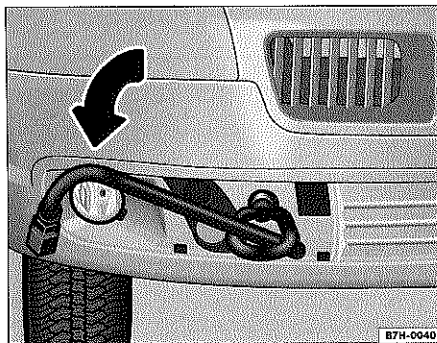

Fig. 46 Argolla de remolque montada en el lado derecho del paragolpes delantero
– Enrosque la argolla de remolque *hacia la izquierda*, hasta el tope, en el orificio correspondiente del paragolpes delantero ⇒ fig. 46.